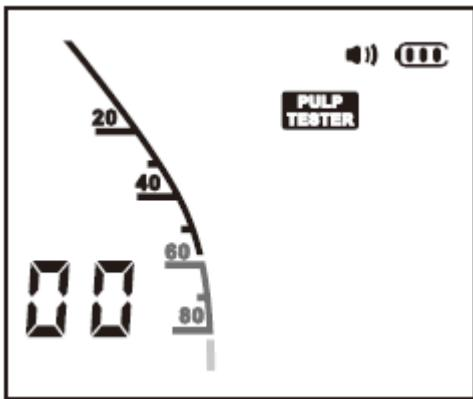

Рис. 28
3) Переключитесь на режим пульптестера, нажав на кнопку выбора режима. (Рис. 28).